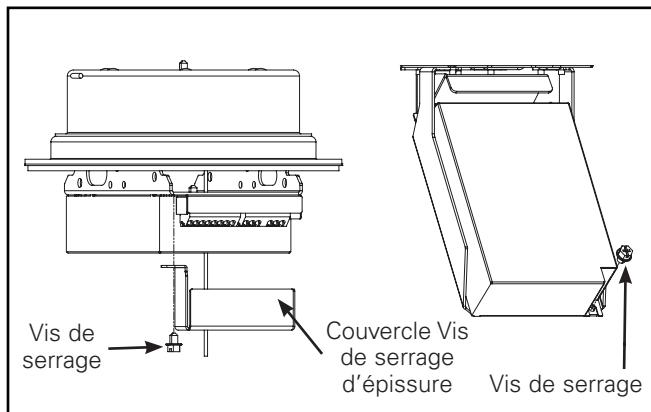

Figure 6.
- Vous pouvez accéder aux connecteurs enfichables du pilote en retirant le couvercle d'épissure ou le pilote même du support du pilote, en retirant l'ensemble de la vis de serrage indiquée. (Figure 6).
- Retirez le pilote ou le couvercle d'épissure pour accéder aux connecteurs enfichables du pilote. (Figure 6).